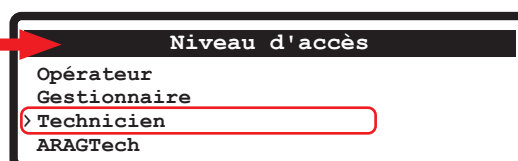

Fig. 37
- Sélectionnez le niveau d'utilisateur pour lequel vous voulez saisir le code PIN (symbole > Fig. 37) et maintenez le bouton ► enfoncé.